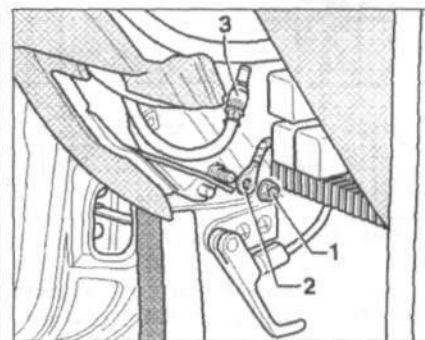

Рис. 13.43. Открутите гайку 1. Отсоедините провод 2 соединения на «массу», провод 3 антенны.
11. Открутите гайку 1 (рис. 13.43). Отсоедините провод 2 соединения на «массу», провод 3 антенны.